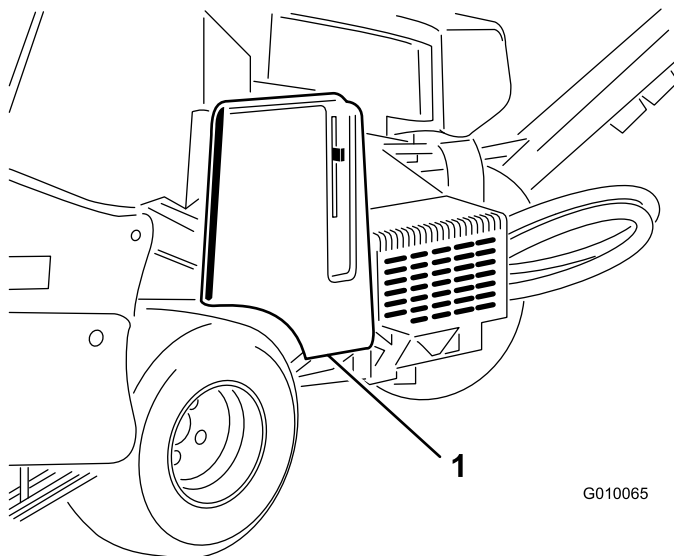

Рисунок 55
1. Расфиксируйте и снимите крышку ремня (Рисунок 55).